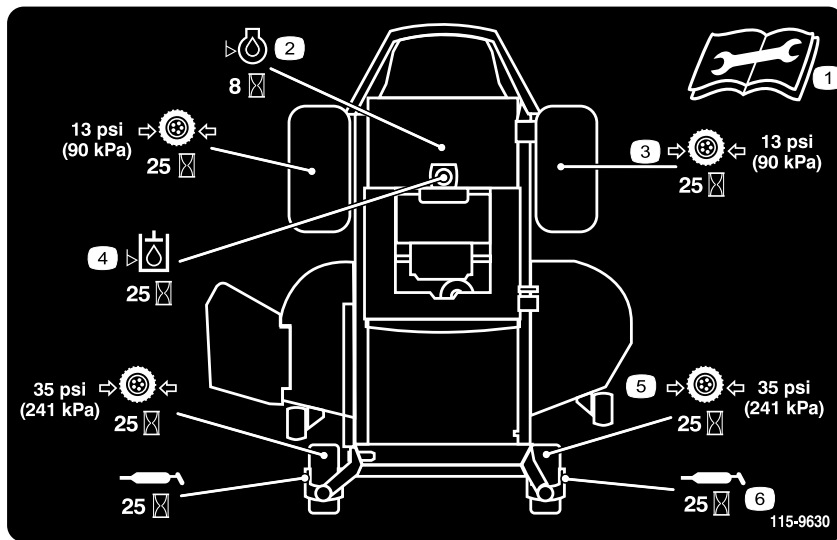

Figure 40
3. Nettoyez les graisseurs (Figure 41 et Figure 40) à l'aide d'un chiffon. Grattez la peinture qui pourrait se trouver sur les graisseurs.
4. Raccordez une pompe à graisse à chaque graisseur (Figure 40 et Figure 41). Injectez de la graisse dans les graisseurs jusqu'à ce qu'elle commence à sortir des roulements.